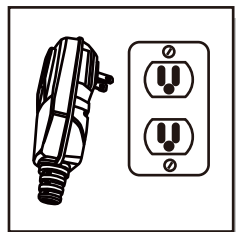

Fig. 13
- Déroulez le tuyau haute pression complètement et branchez la GFCI sur une prise 120 volts. (Figure 13).